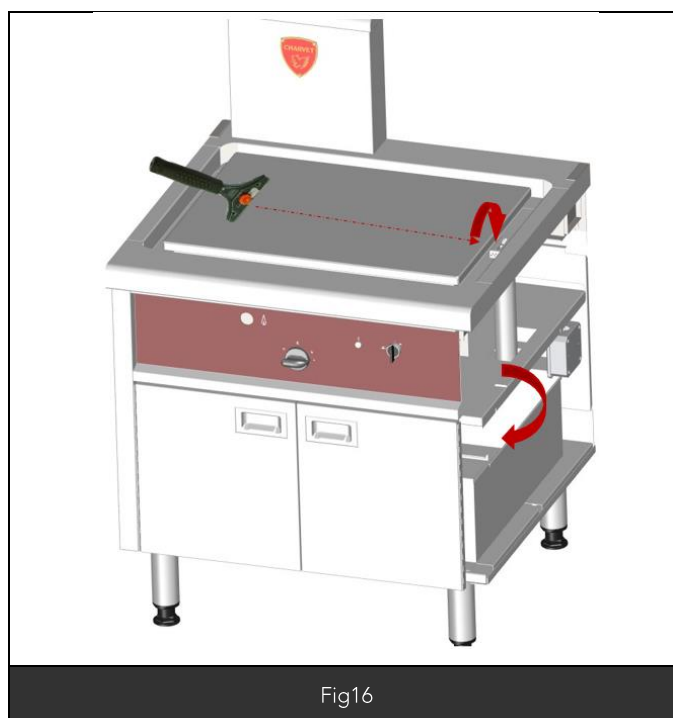

Fig16
- Pour effectuer un grattage sur la plaque acier, positionner le grattoir à plat comme sur a figure16 ci-dessous.